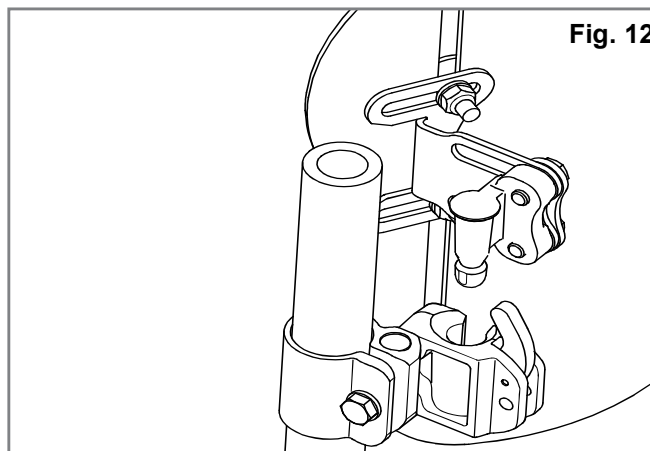

Fig. 12
- Allentare, ma non rimuovere, le viti del perno di montaggio (B) e i dadi della staffa (C) usando la chiave da 10 mm.
- Attaccare lo Schienale J3 Carbon ai supporti inserendo i perni nelle sedi, (Fig. 12).